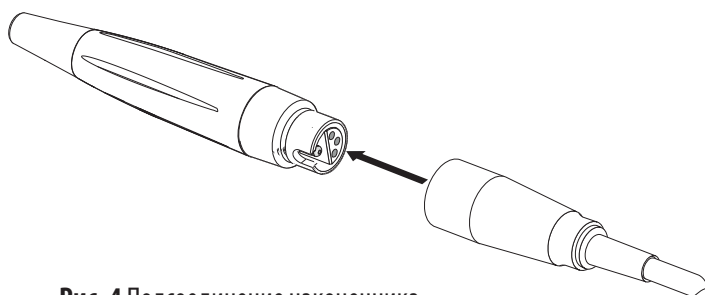

Рис. 4 Подсоединение наконечника
5. Вставьте наконечник в соединительный кабель, при этом необходимо следить за тем, чтобы контакты были направлены друг на друга (рис. 4 внизу).